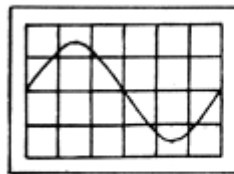

Рис. 11
9. Поворотом ручки *V/ДЕЛ* выбирают то максимальное усиление сигнала, при котором этот сигнал полностью укладывается в пределах шкалы осциллографа (рис. 11). Рекомендуемое положение ручки: $0,1$ или $0,2$.